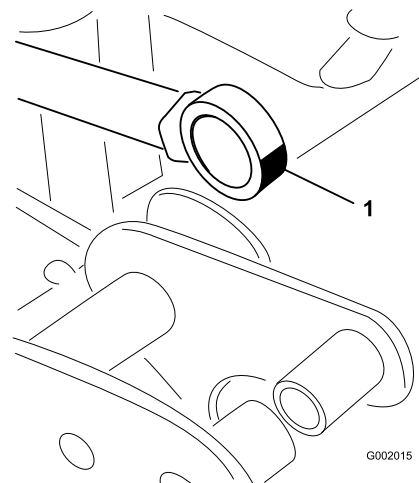

Figura 45
5. Manipule el extremo del cojinete del émbolo del actuador y aplique grasa al cojinete (Figura 45). Limpie cualquier exceso de grasa.